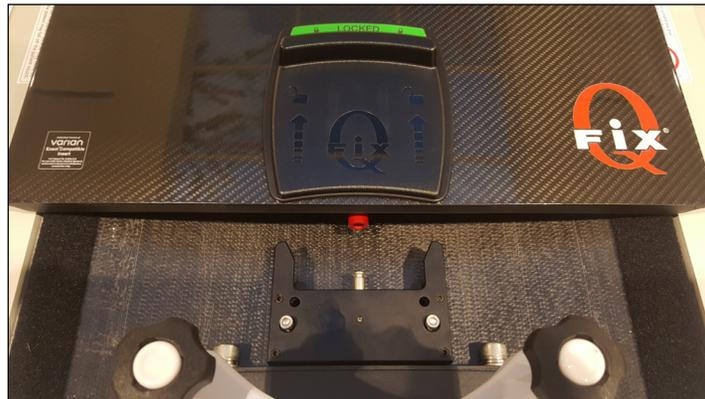

图 7
3. 将 CT 覆盖罩朝 CT 床板脚端滑动,直至红色定位销靠近脚端安装配件上的金属销钉(图 7)。